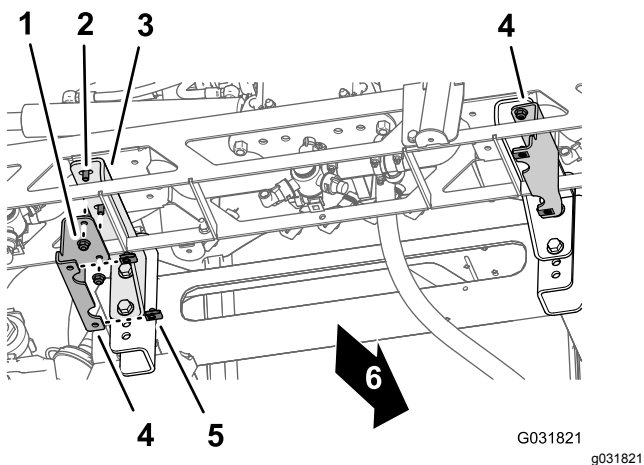

Рисунок 41
- Выверните 2 фланцевые контргайки (3/8 дюйма), которые крепят левый опорный кронштейн кожуха к левому опорному кронштейну средней секции стрелы, и снимите опорный кронштейн кожуха (Рисунок 41).
- Наверните 2 фланцевые контргайки (3/8 дюйма) на болты с фланцевыми головками (3/8 x 1 дюйм) на левом опорном кронштейне средней секции стрелы (Рисунок 41) и затяните болт с гайкой с моментом от 37 до 45 Н·м.
- Повторите действия, описанные в пунктах 3 и 4, для опорного кронштейна кожуха и опорного кронштейна средней секции стрелы с правой стороны средней секции стрелы (Рисунок 41).
- Удалите гайки с зажимами с левого и правого опорных кронштейнов кожуха (Рисунок 41).